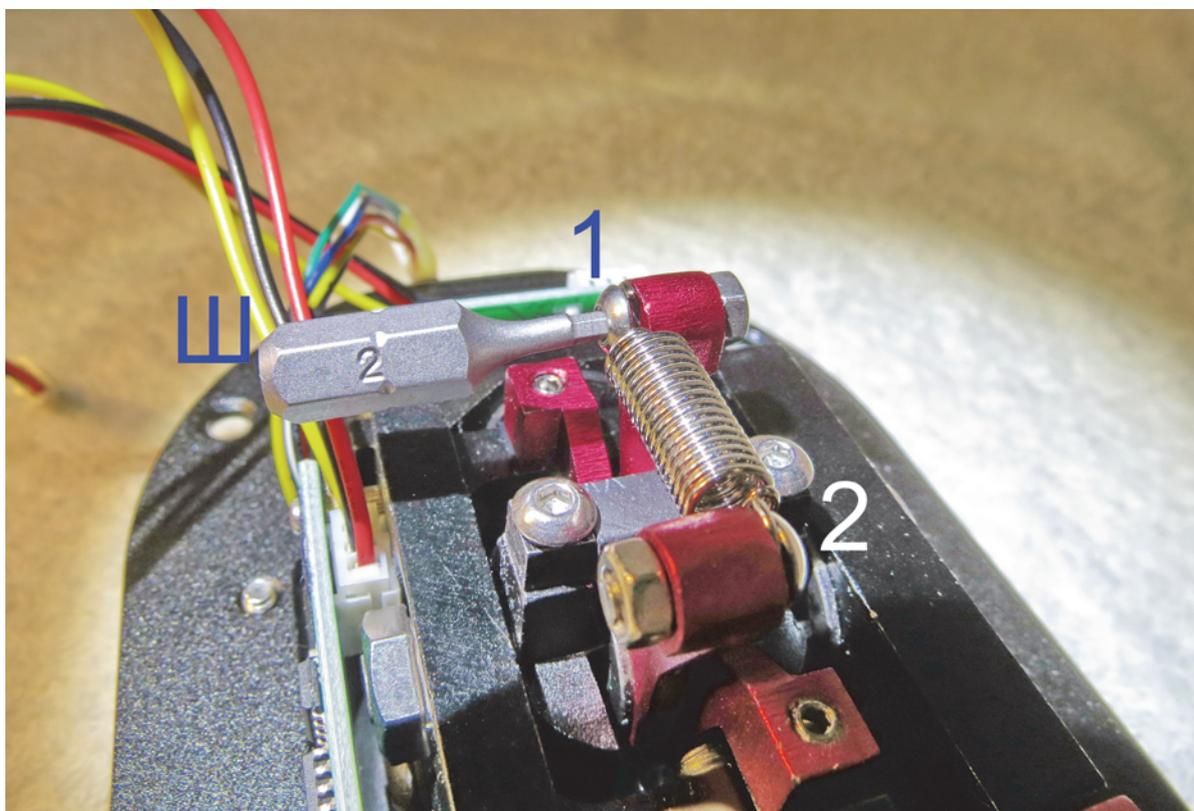

Рис. 1.5.
1. Шестигранником 2 мм \llcorner поочередно открутите винты 1 и 2 (рис. 1.5), фиксирующие ушки пружины.